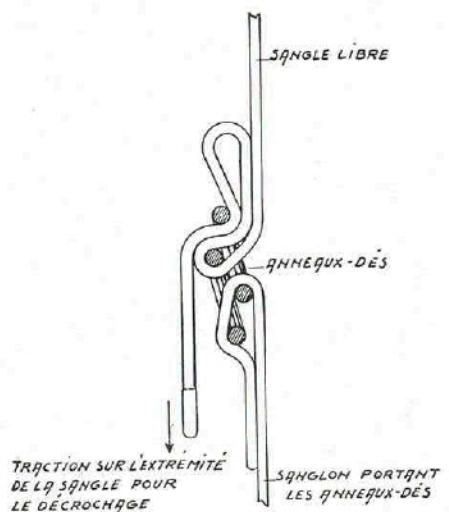

Fig. 16 - Schéma de fixation des sangles
- Pour les sangles qui assurent une fixation à l'extérieur de la tente au moyen d'anneaux-dés, l'extrémité de ces sangles doit être ramenée entre les deux anneaux, en vue de faciliter le décrochage par une simple traction (Fig. 16). Faute de cette précaution, le décrochage des sangles mouillées serait difficile.
(9) Par temps chaud, les bords du toit sont relevés, roulés et attachés.